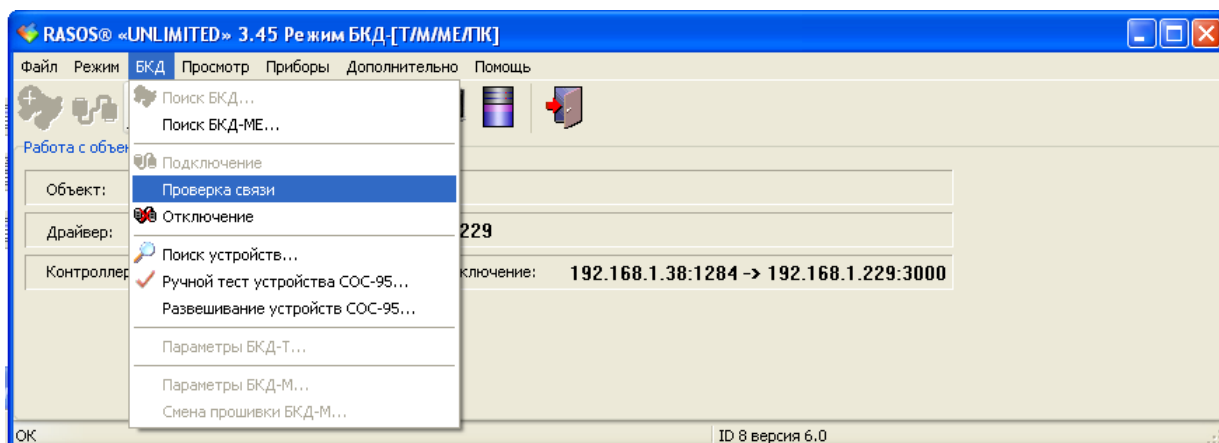

Рисунок 17 - Проверка качества связи
2. Выбрать в меню «БКД» пункт «Проверка связи» (рисунок 17).